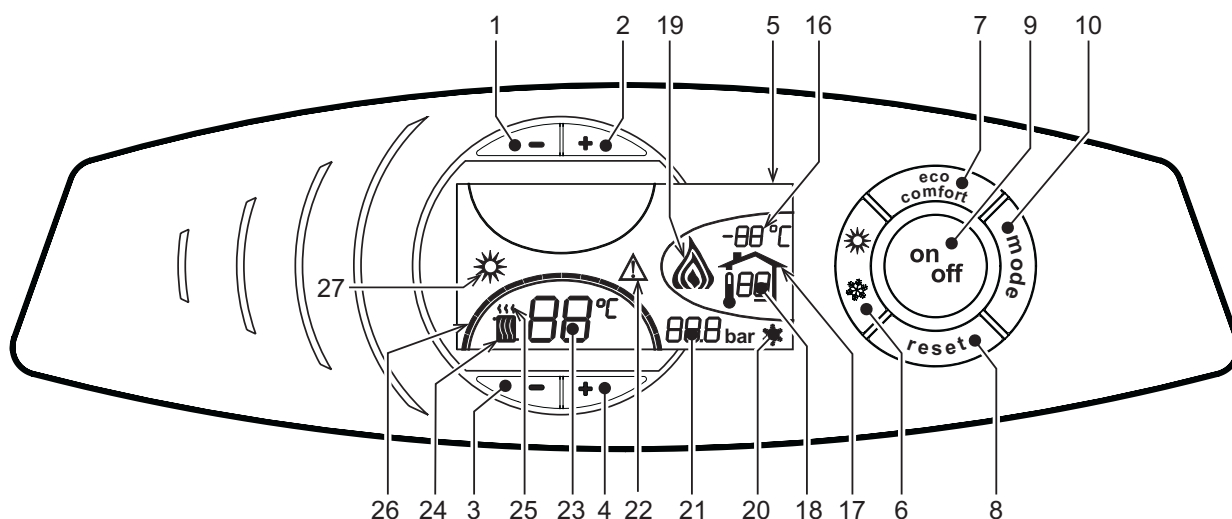
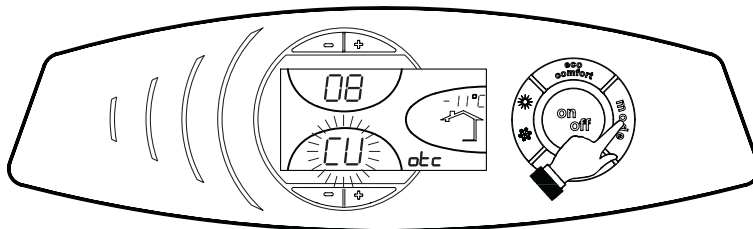
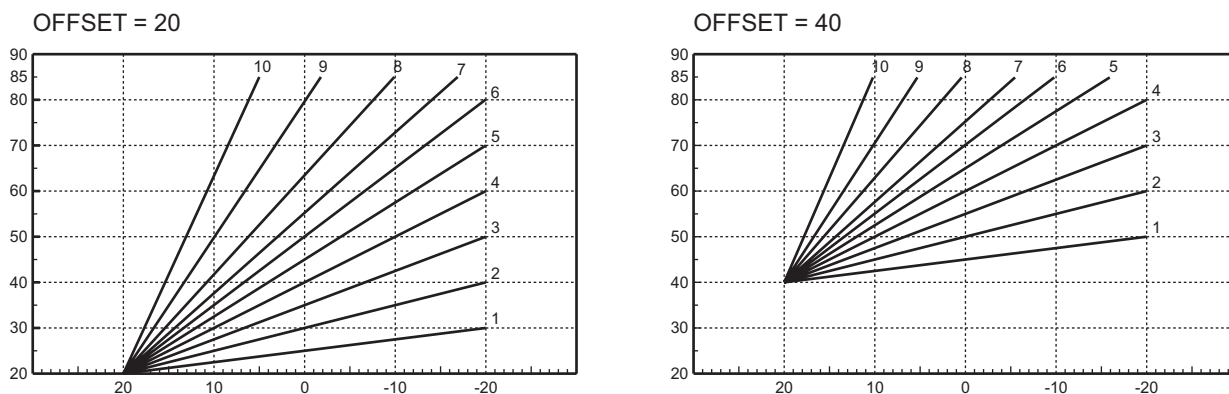

рис. 1 - Панель управления
рис. 10 - Кривая компенсации
рис. 13 - Пример параллельного смещения компенсационных характеристик
О поступлении команды на включение отопления (от комнатного термостата или от пульта ДУ с таймером) предупреждает мигание индикатора теплого воздуха, установленного на радиаторе (поз. 24 и 25 - рис. 1).
Индексные метки с подсветкой системы отопления (поз. 26 - рис. 1), зажигаются по мере приближения измеряемой датчиком температуры к заданному значению.
Нажмите кнопку  (поз. 9 - рис. 1) и держите ее нажатой в течение 1 секунды.
Для повторного включения котла снова нажмите кнопку  (поз. 9 рис. 1) и держите ее нажатой в течение 1 секунды.
- Нажмите кнопку ВКЛ/ВЫКЛ (9 - рис. 1)
Нажмите клавишу  (поз. 6 - рис. 1) в течение 1 секунды.
На дисплее высвечивается символ "Лето" (поз. 27 - рис. 1). При этом котел будет вырабатывать только воду для ГВС. При этом система защиты от замерзания остается активной.
Для выключения режима "Лето" вновь нажмите клавишу  (дет. 6 - рис. 1) в течение 1 секунды.
Температура в системе отопления регулируется в пределах от 30 °С до 90 °С с помощью клавиш  (дет. 3 и 4 - рис. 1); однако, не рекомендуется эксплуатировать котел при температуре ниже 45 °С.
Температура  в системе ГВС регулируется в пределах от 10°С до 65°С с помощью клавиш (поз. 1 и 2 - рис. 1).
При наличии датчика температуры наружного воздуха (опция) на дисплее панели управления (дет. 5 - рис. 1) отображается измеряемая этим датчиком температура. При этом система управления котлом работает в режиме "Плавающая температура". В этом режиме температура воды, подаваемой в систему отопления, регулируется в зависимости от климатических условий внешней среды с тем, чтобы обеспечить максимальный комфорт и экономию энергетических ресурсов в течение всего года. Так, при повышении внешней температуры понижается температура подачи воды в систему отопления, что производится по определенной "кривой компенсации".
С переключением на режим "Плавающей температуры" показатель температуры, устанавливаемый клавишами  (дет. 3 и 4 - рис. 1) соответствует максимальной температуре подачи воды в систему отопления. Рекомендуется устанавливать максимальное значение заданной температуры с тем, чтобы позволить системе регулировать изменение температуры во всем диапазоне значений.
При однократном нажатии кнопки  (поз. 10 - рис. 1) на дисплей выводится текущая компенсационная характеристика (рис. 10), которую можно изменить с помощью кнопок задания температуры воды ГВС  (поз. 1 и 2 - рис. 1).
При нажатии кнопок регулировки температуры отопления  (поз. 3 и 4 - рис. 1) открывается доступ к параллельному смещению характеристик (рис. 13), с помощью кнопок регулировки температуры в контуре ГВС  (поз. 1 и 2 - рис. 1).
Для выхода из режима параллельного изменения кривых еще раз нажать клавишу  (дет. 10 - рис. 1).
Если к котлу подключено устройство дистанционного управления с таймером (опция), вышеописанные операции могут производиться только так, как указано в таблица 1. При этом на дисплее пульта управления (дет. 5 - рис. 1) высвечивается температура в помещении, измеряемая устройством дистанционного управления.
Выбор режимов ECO/COMFORT	При отключении режима ГВС с пульта ДУ котел устанавливается в режим "Ecoпому". В этих условиях кнопка 7рис. 1 - на панели котла отключена.
При включении режима ГВС с устройства ДУ с таймером котел устанавливается в режим COMFORT. В этих условиях с помощью кнопки 7рис. 1 - на панели управления котла можно выбрать любой из этих двух режимов.